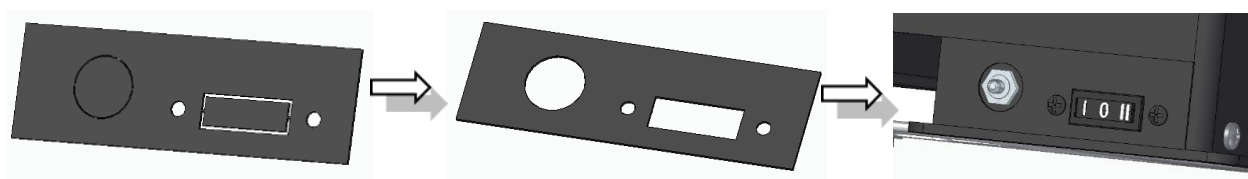

Figura 48 – Fijación del microinterruptor y botón On-Off
c. Finalmente, debe colocar el micro-interruptor y el botón On-Off en el lugar adecuado, como se muestra en la Figura 48, primero debe romper las micro-uniones de la placa que se encuentra en el equipo, en la esquina inferior derecha para fijar los componentes.
d. Después de colocar los componentes en el equipo, Figura 48, debe ajustar la pestaña que está debajo de la puerta, para que la puerta después de cerrar la pestaña accione el microinterruptor, ver Figura 49.